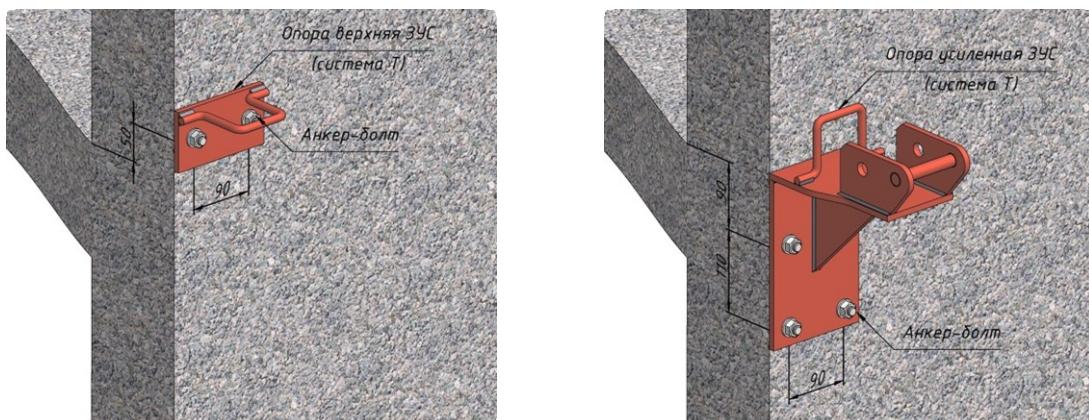

Рисунок 13
16. Разметка и сверление отверстий в отвесной стене. Разметка мест установки опор на смежных этажах производится с использованием рулетки или метра складного, после чего перфоратором сверлятся отверстия на глубину 90 мм диаметром 14 мм. Далее устанавливают и закрепляют опоры на отвесную стену с помощью анкерных болтов (рис. 13),